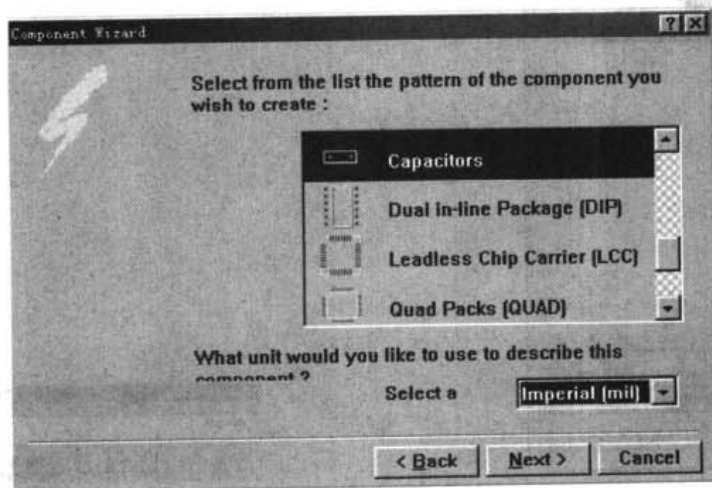

图 17-14 选择元件封装类型对话框
- (3) 单击 Next 按钮，进入封装类型选择框，可以选择元件的不同封装类型，如图 17-14 所示。这里选择元件封装为 Capacitors（电容）封装。